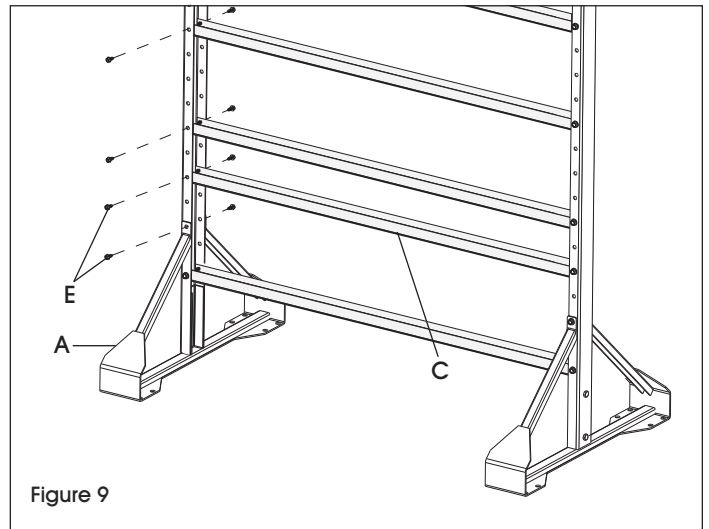

Figure 9
Fixez une traverse (C) au cinquième trou à partir du bas à l'aide de vis à tôle n° 14 (E). Sautez un trou et fixez une autre traverse au septième trou à partir du bas. Sautez trois trous, fixez les autres traverses après chaque troisième trou. (Voir Figure 9)
**REMARQUE :** Fixez chaque socle (A) au troisième trou à partir du bas à l'aide de vis à tôle n° 14 (E). (Voir Figure 9)